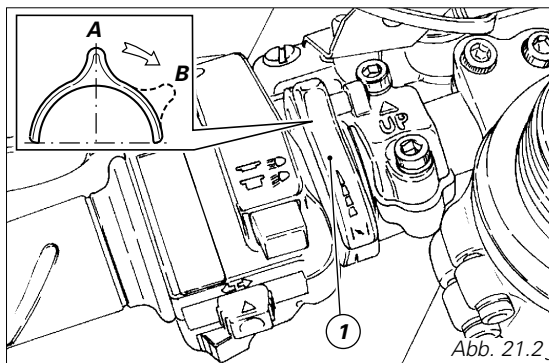

Abb. 21.2
2) Den Starterhebel (1) in die Position (B) (Abb. 21.2) bringen.
4) Den Starterhebel (1) zur senkrechten Position (A) hin bewegen (Abb. 21.2).